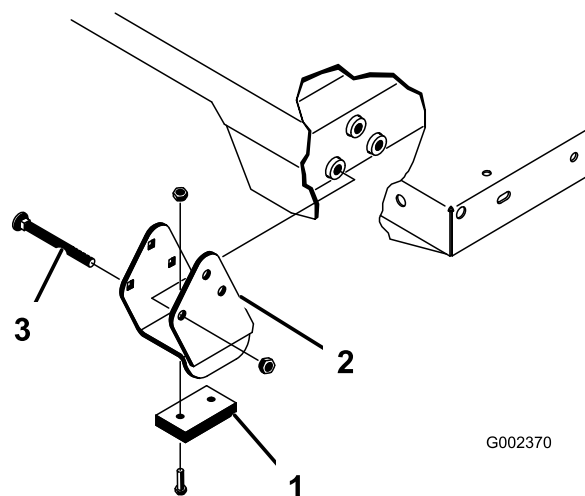

Figura 34
Nota: Assicuratevi che le staffe distanziali e i blocchi di usura (Figura 34) siano installati con le teste dei bulloni a testa tonda posizionate verso l'interno della macchina.
2. Collocate con delicatezza il pianale sul telaio del veicolo, allineando i fori delle piastre orientabili sulla parte posteriore del pianale ai fori sul profilato posteriore del telaio, e installate 2 perni con testa e 2 acciarini (Figura 34).
3. Con il pianale abbassato, fissate ogni estremità dell'asta del cilindro negli intagli presenti sulle piastre di montaggio del pianale, per mezzo di un perno con testa e un acciarino. Inserite il perno con testa dall'esterno del pianale, con l'acciarino posto sull'esterno (Figura 34). Gli intagli posteriori sono da utilizzare per l'installazione di un pianale integrale, mentre gli intagli anteriori per un pianale a 2/3.